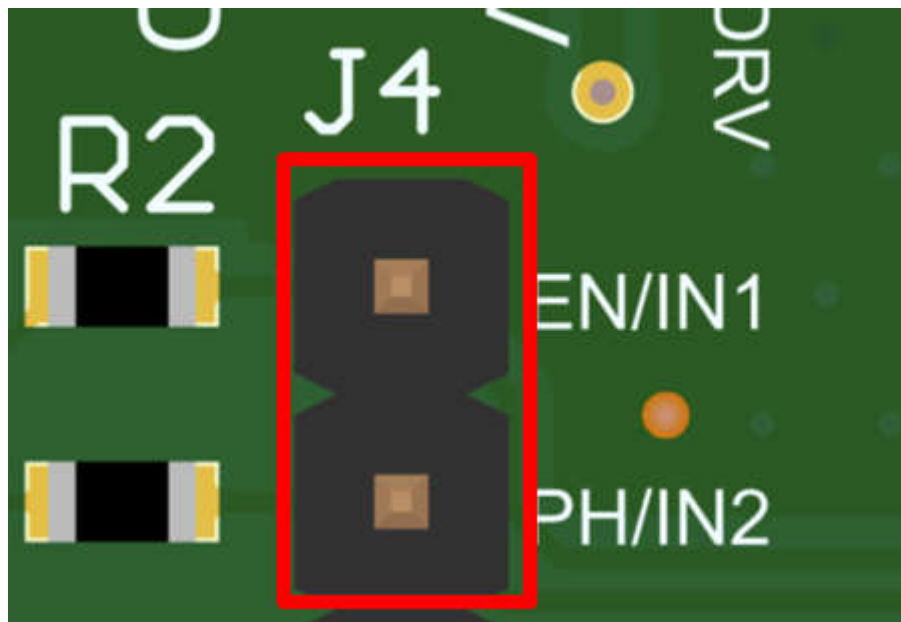

図 6-1. EN/IN1 ピンと PH/IN2 ピンを短絡
2. ジャンプを使用して、J4 の EN/IN1 ピンと PH/IN2 ピンを短絡します。図 6-1 を参照してください。